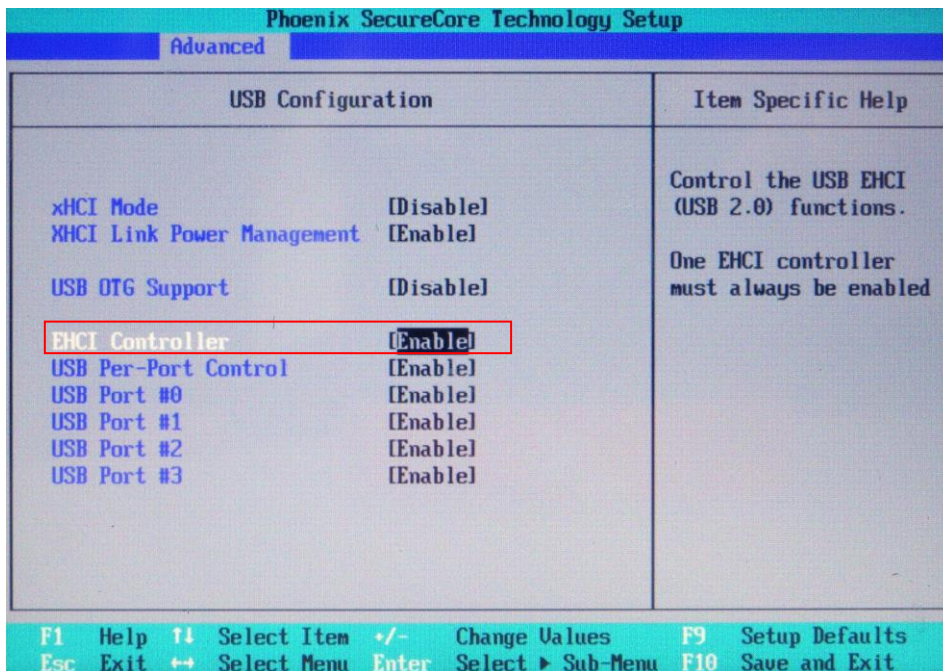

図 6-1-1-4. BIOS 設定 Advanced メニュー USB Configuration
- ⑩ [Boot]メニューを選択します。(図 6-1-1-5)
⑪ [USB CD] (接続した USB-DVD ドライブ)を[ATA HDD0] (mini m-SATA メインストレージ)よりも上に設定します。